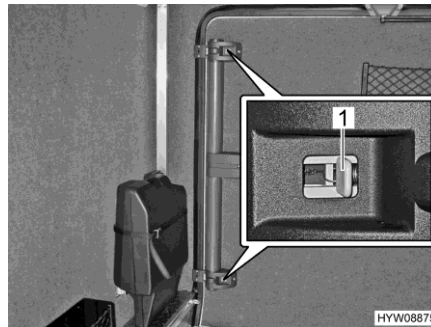

Bild 52 Garagentür (Notentriegelung von innen)
- Am oberen und am unteren Schloss den grauen Schieber (Bild 52,1) in Richtung Türmitte drücken.